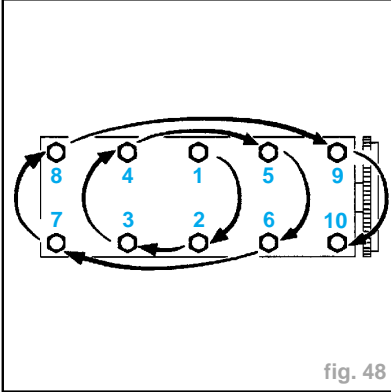

fig. 48
- Serrer les vis de culasse dans l'ordre indiqué (fig. 48).